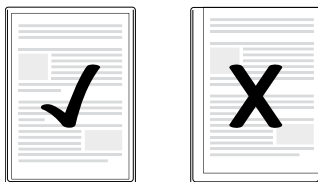

Bild 1
- Se till så att det finns ett avstånd på minst två mm mellan plastfickans och dokumentets kanter, så som visas på bild 1.